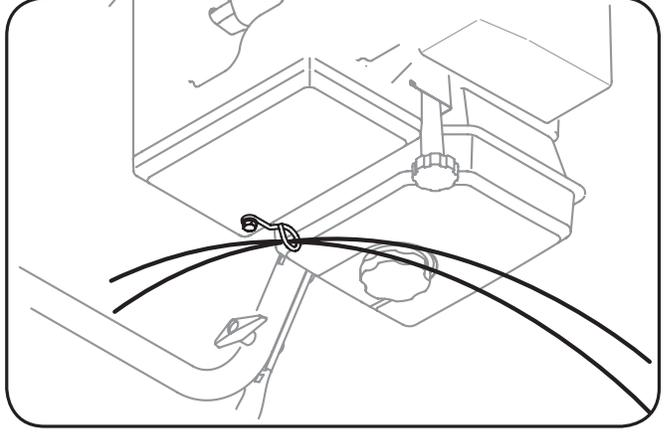

Figure 3-10
• Vérifiez que tous les câbles (le cas échéant) sont acheminés dans le guide sur la droite de la manivelle de commande de la goulotte. Voir la Fig. 3-10.